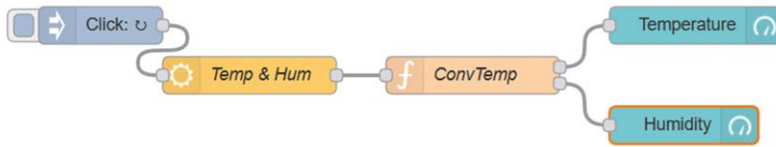

Figure 8.14 Programme de flux du projet
Programme de flux Node-RED : La figure 8.14 montre le programme de flux qui se compose de 5 nœuds **injecter** nœud, un **openweathermap** nœud qui lit le bulletin météo, un **fonction** nœud avec 2 sorties qui formatent les données et deux **jauges** nœuds, un **pour afficher le tem-** perature et l'autre pour afficher l'humidité.
- Rejoindre tous les nœuds comme dans la figure 8.14 et cliquer **Déployer**